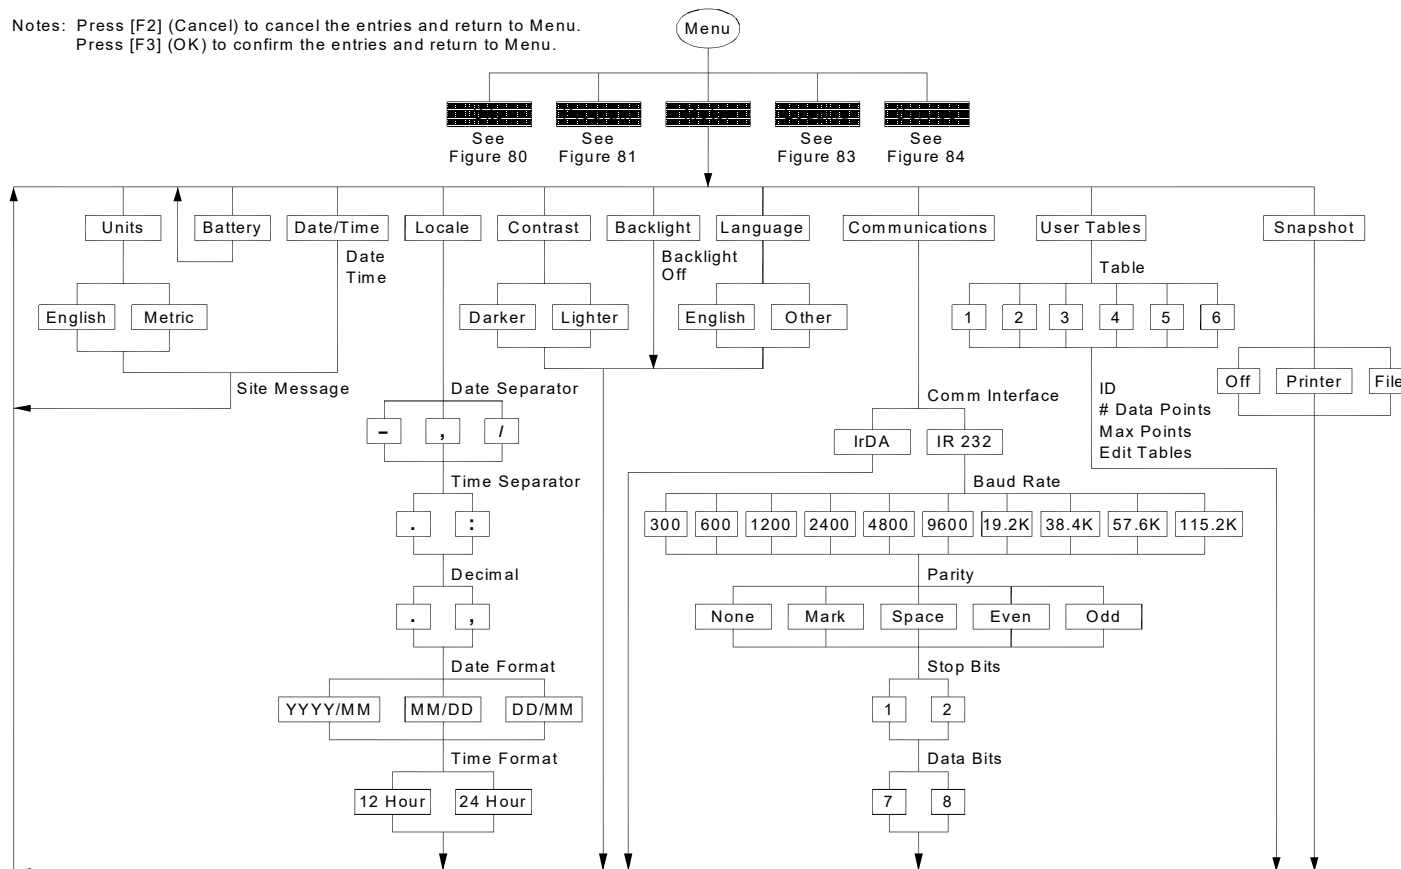

Figure 80: Meter Menu
- The Meter Menu - *Figure 80*